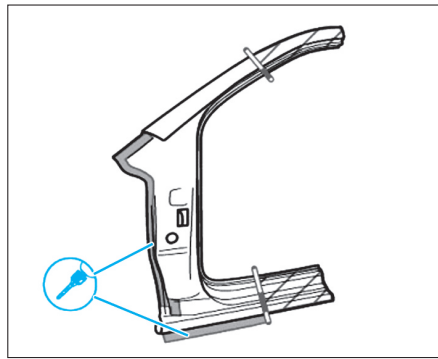

FIG. 40
- Percer des trous de 7 mm de diamètre pour le soudage (Fig.40).